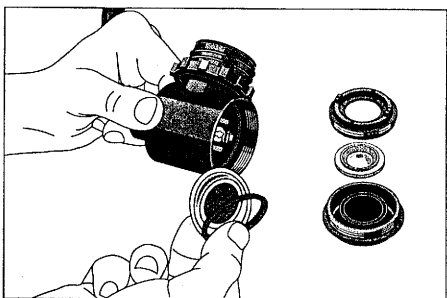

Bild 3
- Gleitring und Membran entnehmen (Bild 3).